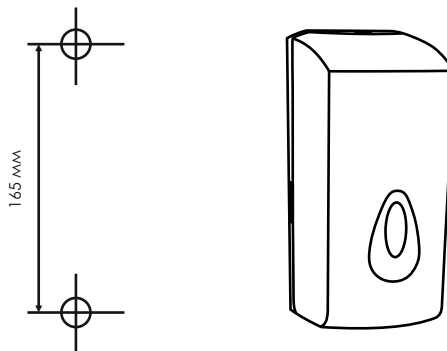

Рисунок 2
1. Просверлите два отверстия диаметром по 5 мм и вставьте в отверстия дюбели (Рисунок 2).